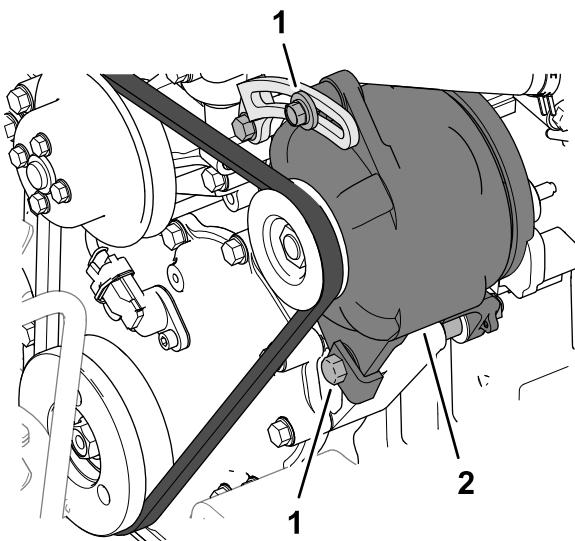

Figura 103
5. Se a deflexão da correia for maior ou menor que 10 mm (⅜ pol.), afrouxe os parafusos de fixação do alternador (Figura 103).